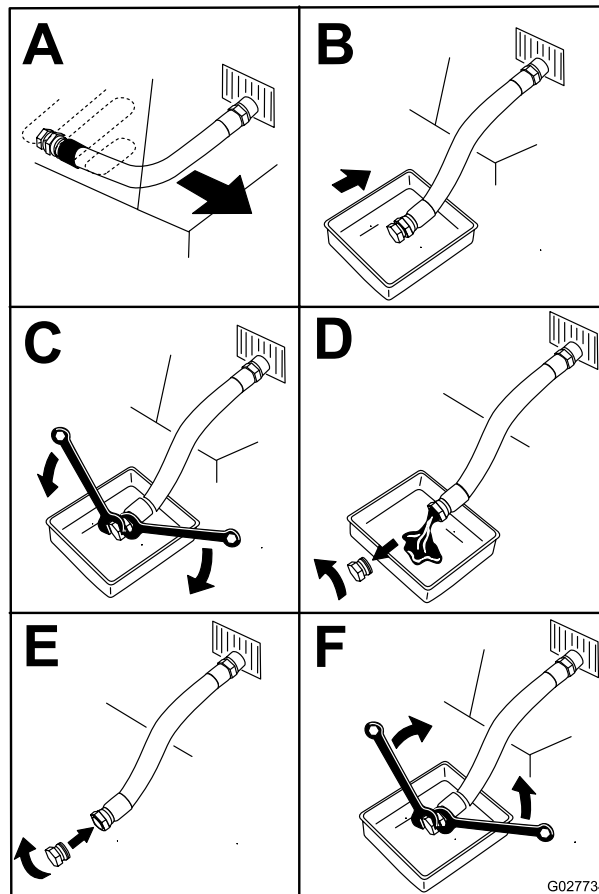

Figura 30
4. Mude o óleo, como se mostra na Figura 30.